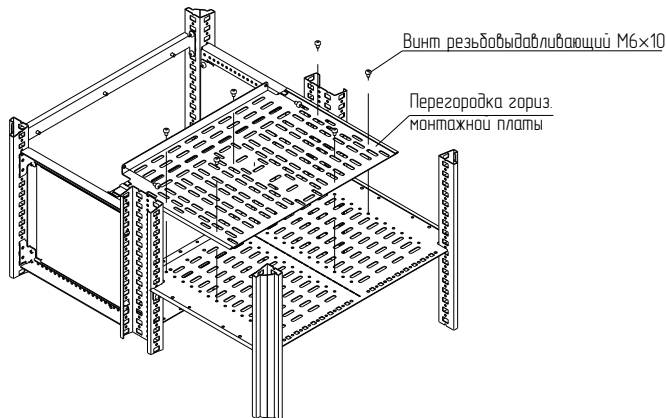

Рисунок 154
4.50.4 Приложить перегородку горизонтальную монтажной платы к перегородке горизонтальной так, чтобы закрыть просвет до панели монтажной универсальной и закрепить винтами М6×10 (рисунок 154). Момент затяжки – 7 Н·м.